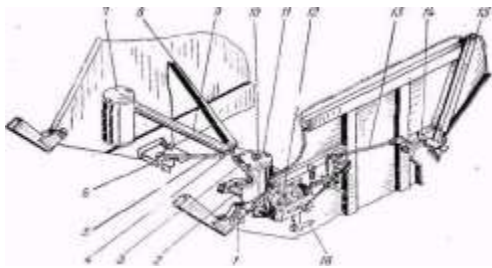

Рис. 3. Аппарат обматывающий:
- отрегулировать положение сектора включения 1 (рис. 3) обматывающего аппарата, для чего освободить гайку крепления сектора включения;
путем изменения длины тяги 3 (рис. 3) и проверить его работу проворачиванием механизмов пресс-подборщика при малых оборотах ВОМ трактора.
В крайнем верхнем ее положении расстояние от траверсы 9 (рис. 3) до отверстия на конце иглы должно быть 180 - 240 мм, в крайнем нижнем положении иглы расстояние от стенки прессовальной камеры до отверстия на конце иглы для выхода шпагата должно быть 220 - 270 мм.
Для крупного шага обмотки рулона ось кривошипа шатуна 16 (рис. 3) установить в отверстие А эксцентрика 7 (рис.13). При этом собачка 10 (рис. 14), установленная на рычаге 9, должна перемещаться на три зуба храповика 6. Регулировку производить изменением длины шатуна 16 (рис.3).